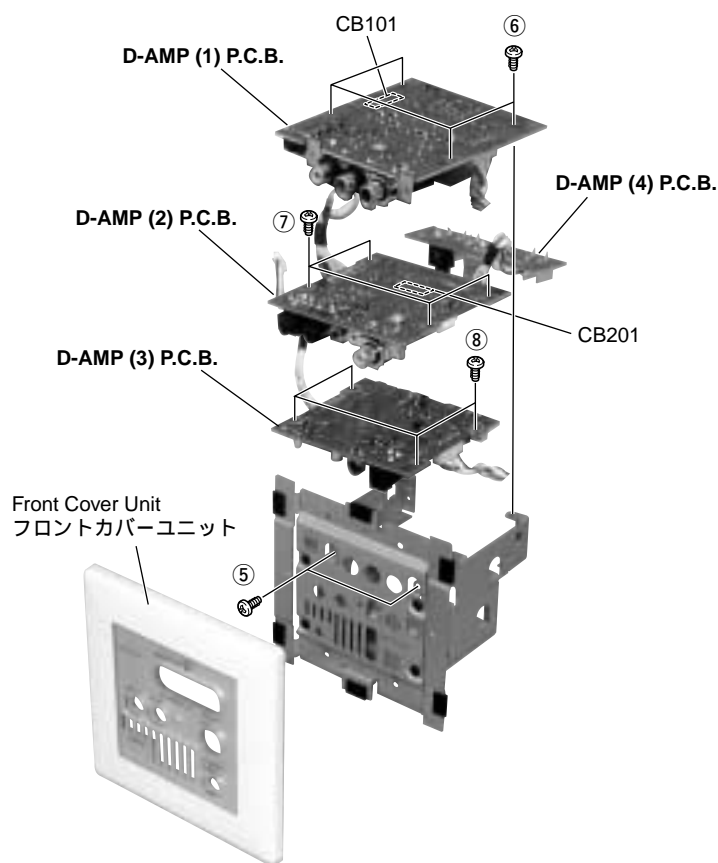

Fig. 3
- b) Remove 2 screws marked [⑤] and 4 screws marked [⑥]. (Fig. 3)
- c) Lift D-AMP (1) P.C.B.
- d) Remove CB101. (Fig. 3)
- e) Remove 4 screws marked [⑦]. (Fig. 3)
- f) Lift D-AMP (2) P.C.B. and D-AMP (4) P.C.B.
- g) Remove the CB201. (Fig. 3)
- h) Remove the D-AMP (2) and (4) P.C.B. (Fig. 3)
- i) Remove 4 screws marked [⑧]. (Fig. 3)
- j) Remove D-AMP (1) P.C.B. and D-AMP (3) P.C.B. (Fig. 3)
- a) フロントカバーユニットを外します。( Fig.3)
- b) ⑤のネジ2本、⑥のネジ4本を外します。( Fig.3)
- c) D-AMP(1) P.C.B.を持ち上げます。
- d) CB101を外します。( Fig.3)
- e) ⑦のネジ4本を外します。( Fig.3)
- f) D-AMP(2) (4) P.C.B.を持ち上げます。
- g) CB201を外します。( Fig.3)
- h) D-AMP(2) (4) P.C.B.を取り外します。( Fig.3)
- i) ⑧のネジ4本を外します。( Fig.3)
- j) D-AMP(1) (3) P.C.B.を取り外します。( Fig.3)